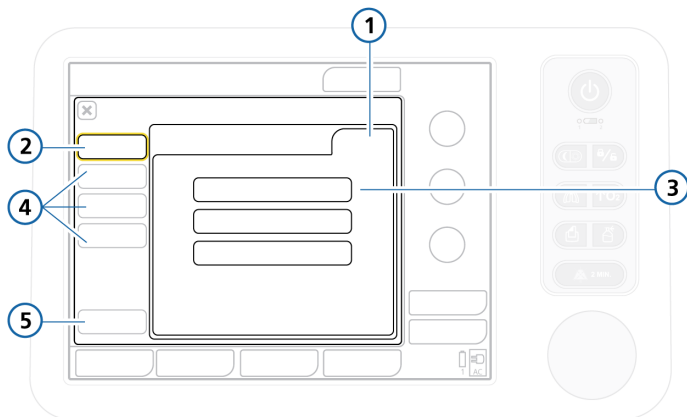

图 I-9. 设置配置窗口
显示通用设置配置窗口（图 I-9）。注意，左侧面板中的按钮现在变为用于访问设置选项。
5. 通过触摸相应的按钮，选择配置设置以应用此设置（图 I-9）：